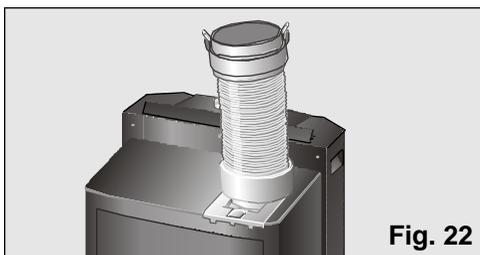

Fig. 22
- Verwijder de diffuser en zet de afvoerbuis van de lucht op de in Fig 22 aangegeven positie.